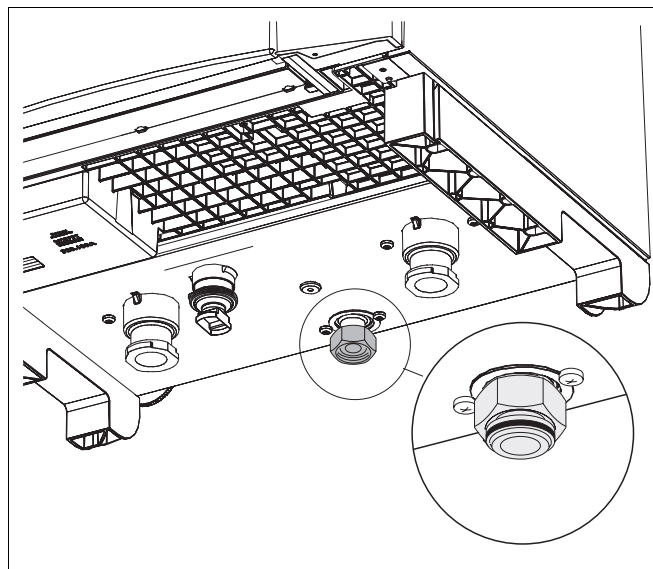

Fig. 3 Rubberen afdichting
- Controleer of de fabrieksmatig voorge-monteerde vlakke rubberen afdichting in de gaszijdige aansluiting van het cv-toestel aanwezig is (fig. 3, **loep**).